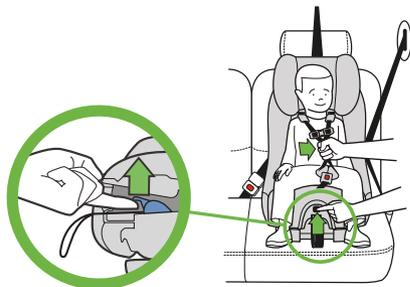

Figura 87
- Empuje hacia arriba la lengüeta de ajuste del arnés y al mismo tiempo tire hacia afuera de las correas del arnés de los hombros hasta que se detengan, como se muestra en la **Figura 87**.